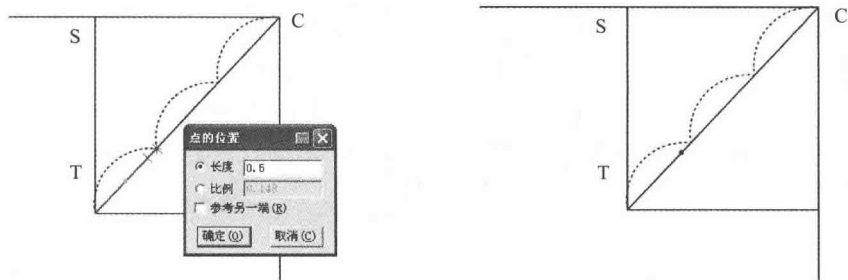

图4-15 确定前领弧线的控制点
(3) 选择  【点】工具在三分之一处的 TC 线段 0.5cm 处加个点作为画前领弧线的控制点 (图 4-15)。